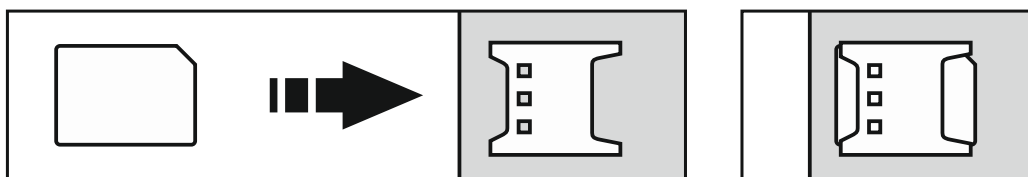

Fig. 8. Installeren van de Nano-simkaart.
2. Plaats de simkaart(en) in de houder(s) (Fig. 8).